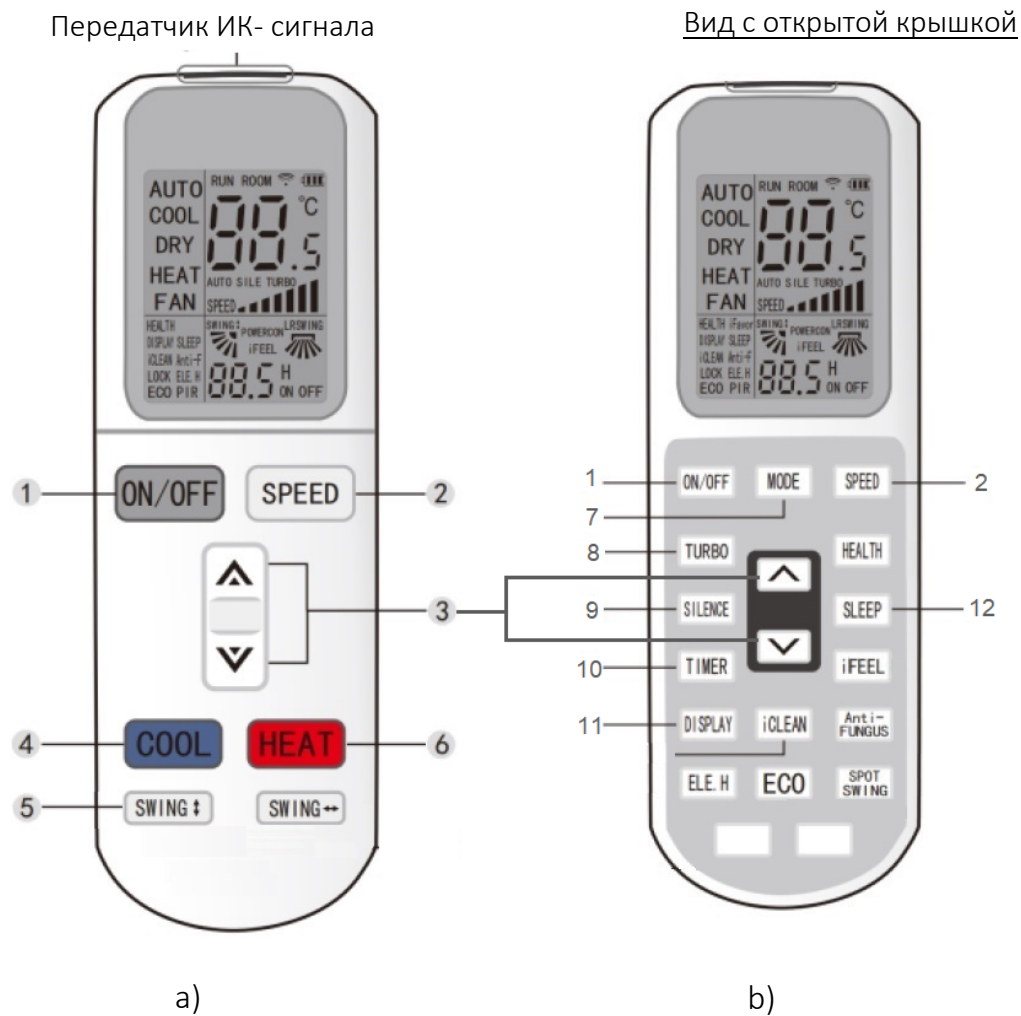

Рис.6
• Описание кнопок ИК-пульта - (рис.6)